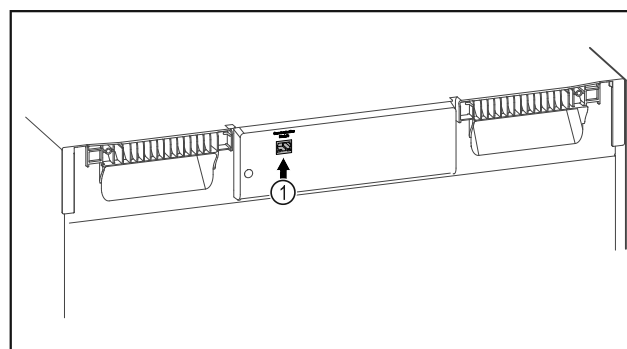

Fig. 73
- ❑ SmartModule Fig. 73 (1) este instalat.